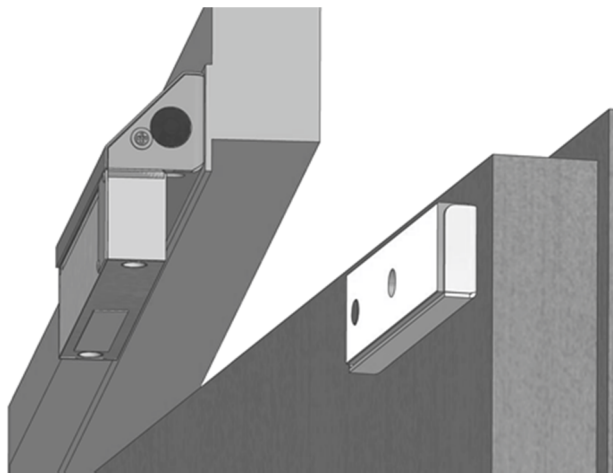

Рисунок 11 - Крепление корпуса замка с помощью монтажного комплекта **МК AL-400FB-DP** для дверей, открывающихся наружу.
- монтажный комплект МК AL-400FB для дверей, открывающихся наружу, (рисунок 11);